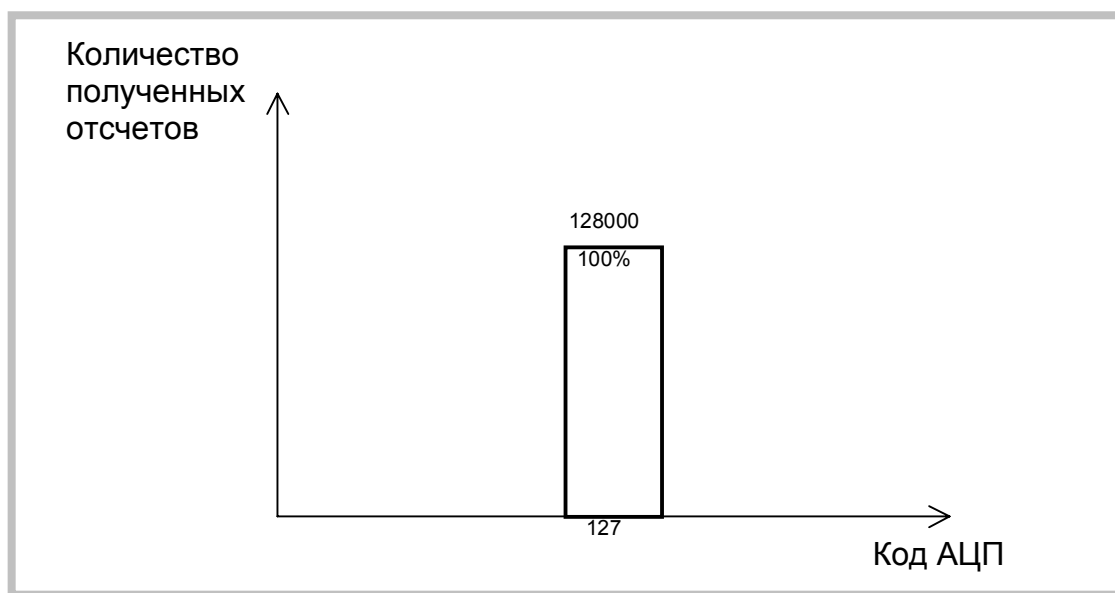

Рисунок 16. Статистика результатов данных 3
- 3) Диапазон входного сигнала АЦП платы ЛА-н10М6 $\pm 2,5\text{В}$. Частота запуска АЦП - 6,25 МГц. Число собранных отсчетов 128000 (Рисунок 16).